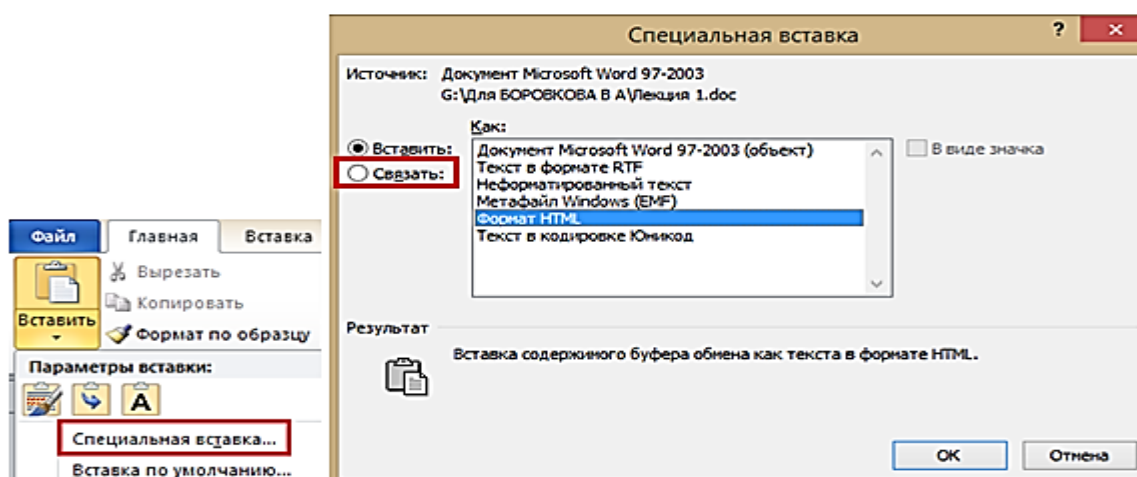

Рис. 37. Переход к специальной вставке
2. Поставить *курсор* в место вставки, во вкладке **Главная** в группе **Буфер обмена**, щелкнуть стрелку кнопки **Вставить** и в появившемся меню выбрать команду **Специальная вставка** (рис. 37).